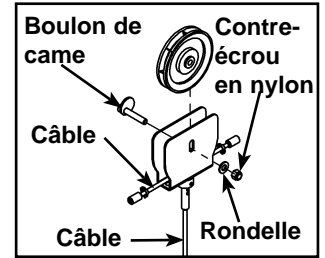

Figure 2
- E. Repérez le support de poulie situé près de la came. Reportez-vous à la figure 2.